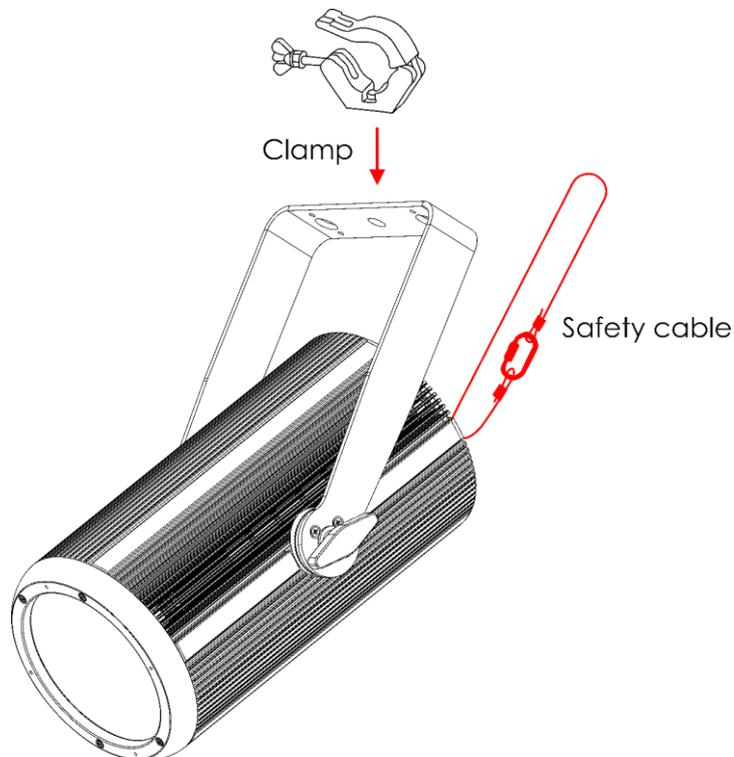

Fig. 07
- 01) Utilice una abrazadera para sujetar el dispositivo a la estructura de soporte como se indica en la Fig. 07. Asegúrese de que el dispositivo no se pueda mover libremente.
- 02) Sujete el dispositivo con una suspensión secundaria, por ejemplo, un cable de seguridad. Asegúrese de que la suspensión secundaria puede soportar 10 veces el peso del dispositivo. Si es posible, la suspensión secundaria debería conectarse a una estructura de soporte independiente de la suspensión primaria. Pase el cable de seguridad a través del **anillo de seguridad (05)** como se indica en la Fig. 07.